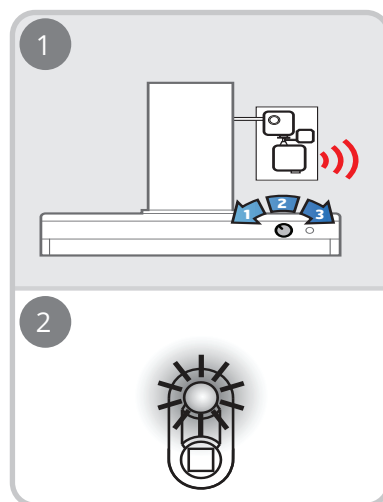

Fig. 8
- Aktivera högsta hastigheten på köksfläkten inom 12 sek. (se fig. 8).
- Aktivera högsta hastigheten på köksfläkten inom 12 sek. (se fig. 8)